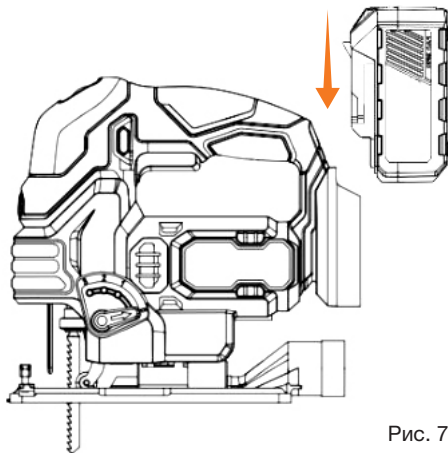

Рис. 7
- Установите аккумуляторную батарею в разъем рукоятки изделия до щелчка (Рис. 7).